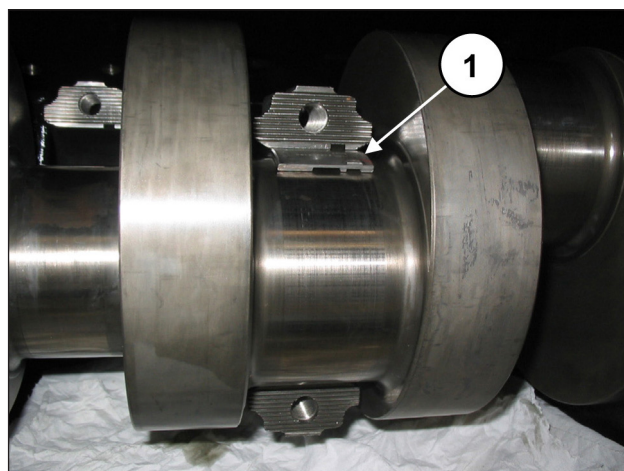

Рис. 59
Вставьте верхние полуподшипники между шатунами и валом (поз. ①, Рис. 59).